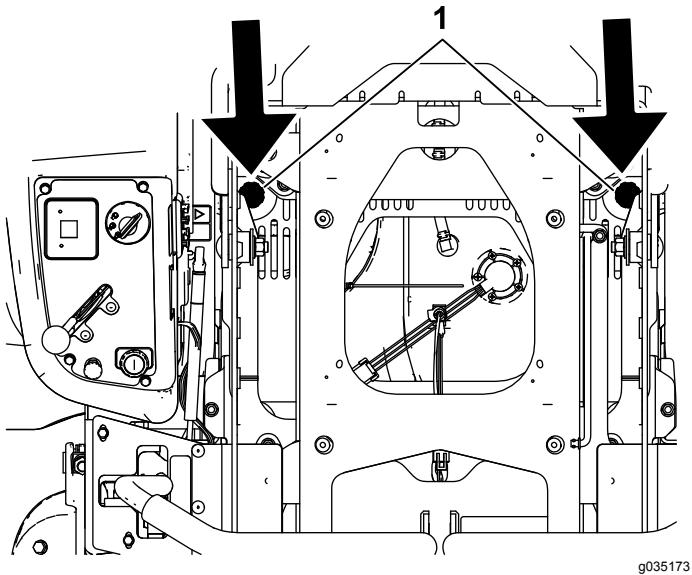

Figura 83
6. Alzate il sedile e pulite attorno all'asta di livello e all'unità idraulica (Figura 83).